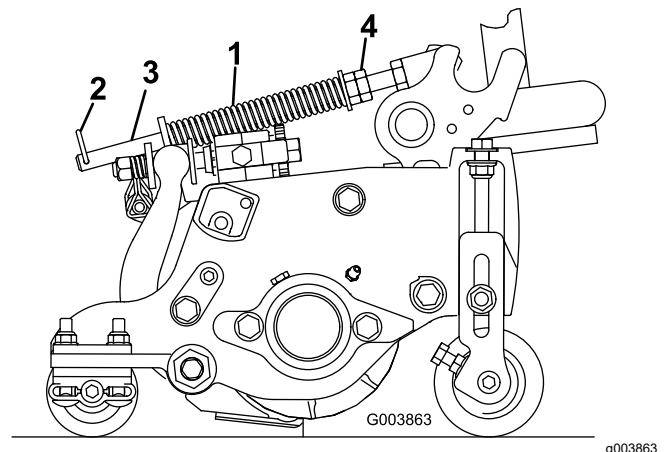

Bild 51
Die Rasenkompensierungsfeder (Bild 51) verlagert das Gewicht von der Frontrolle zur Heckrolle. Dies reduziert ein Bobbing genanntes Wellenmuster auf der Grünfläche.
1. Stellen Sie sicher, dass der Splint in das hintere Loch in der Federstange eingesetzt ist (Bild 51).
2. Ziehen Sie die Sechskantmuttern vorne an der Federstange an, bis die komprimierte Länge der Feder 15,9 cm beträgt, siehe Bild 51.